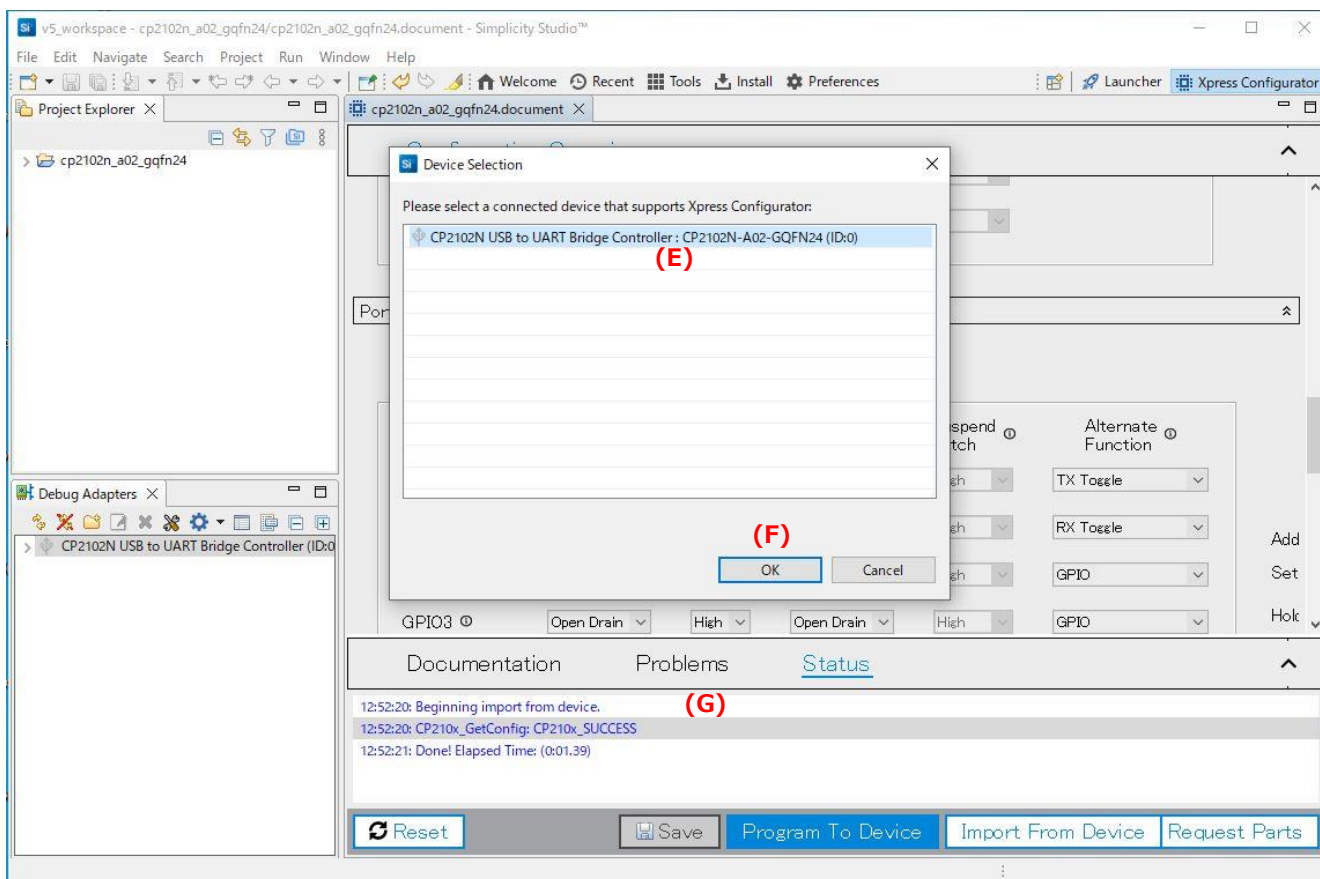

図 2-2
- ⑤ [Program To Device] ボタンを押す(D)と、図 2-2 の様に、Device Selection ウィンドウが表示されるので、そこに表示されたデバイスを選択(E)して[OK]ボタンを押します(F)。